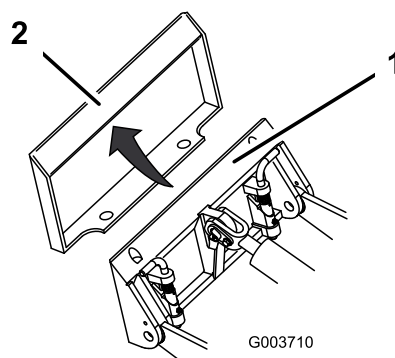

Figura 22
4. Posizionate la piastra di appoggio nel bordo superiore della piastra ricevente dell'attrezzo (Figura 22).